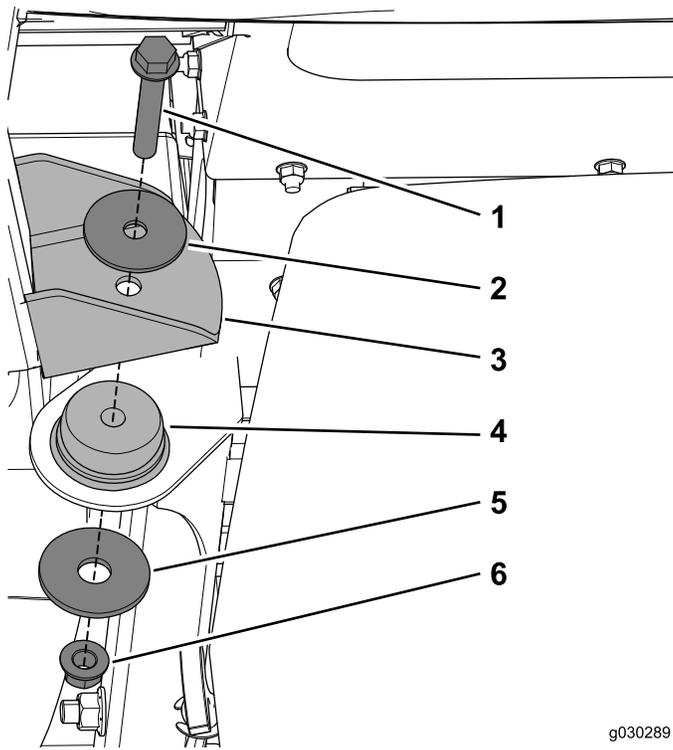

Figura 19
5. Utilice un perno (1/2" x 3"), una arandela de empuje, una arandela grande y una contratuerca para fijar la cabina a los soportes traseros de la máquina (Figura 19).